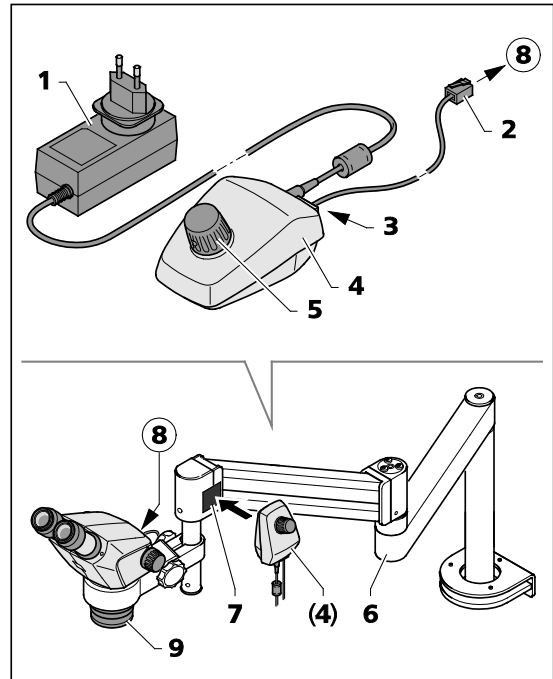

図 24 コントローラー K LED
コントローラー K (図 24/4) は、ブームスタンド A または U、あるいはその他のスタンドと一緒に使用する際の Stemi 305 本体の垂直照明またはリングライトの制御に使用します。
- フロントレンズシステム 0.5x/185 mm (図 24/9) を顕微鏡本体に取り付けます。
- リングライトを使用する時は、同梱のアダプター (内径 : 58 mm、外径 : 66 mm) を使って、これをフロントレンズシステム (図 24/9) に合わせます。
- バグネットプレート (図 24/7) の接着側をスイングアームスタンドに固定します。
- 同梱の接続ケーブル (1 m) (図 24/2) を顕微鏡本体またはリングライトのソケット (図 24/8) あるいはコントローラー K (図 24/4) 背面のソケット (図 24/3) に差し込みます。
- コントローラー K (図 24/4) をマグネットプレート (図 24/7) にセットします。
- 電源装置 (図 24/1) を使用して、コントローラー K を電源に接続します。
- スイングアームスタンド (図 24/6) を使いやすい位置に調整します。
- コントローラー K の回転つまみ (図 24/5) を押すと垂直照明 (またはリングライト) がオンになり、回転つまみを回して強度を調整します。